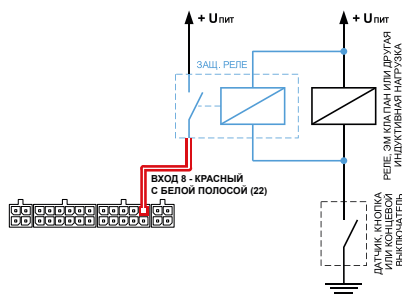

Рис.21. Схема подключения защитного реле
2. Защитное реле (Рис. 21) – устанавливается параллельно индуктивной нагрузке. При этом контакты защитного реле служат для замыкания входа АСН на «плюс».